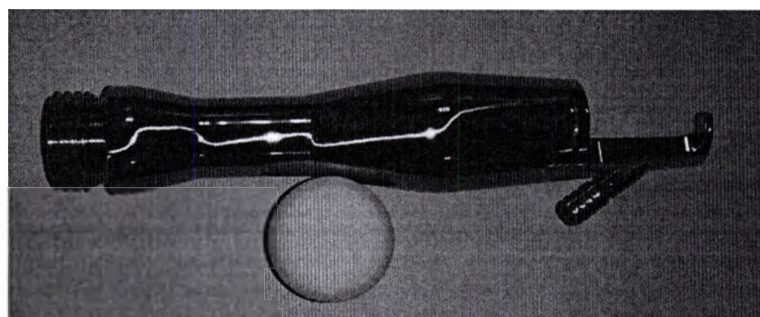

Рис. 12.1 – Внешний вид манипуляторов 1, 2, 3, 4
12.1.1.1 Прибор оснащен манипуляторами с различным диаметром выходного пучка (манипуляторы 1, 2, 3, 4: диаметр выходного пучка не регулируется в процессе работы (см. рис. 12.1), предназначенные для фокусировки на объект лазерного излучения передаваемого по волокну от Прибора. Перечень манипуляторов представлен в таблице 11.